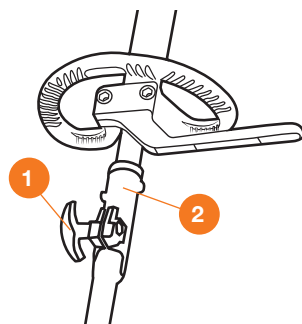

Рис. 3
- Ослабьте крепление винта **1** и вставьте нижнюю штангу **2** до фиксации стержня в отверстии (Рис. 3).